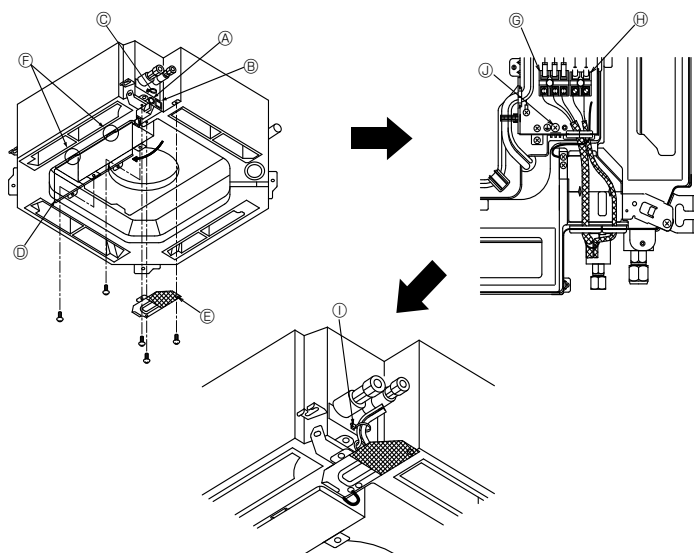

Fig. 6-1
6.1. Unidade exterior (Fig. 6-1)